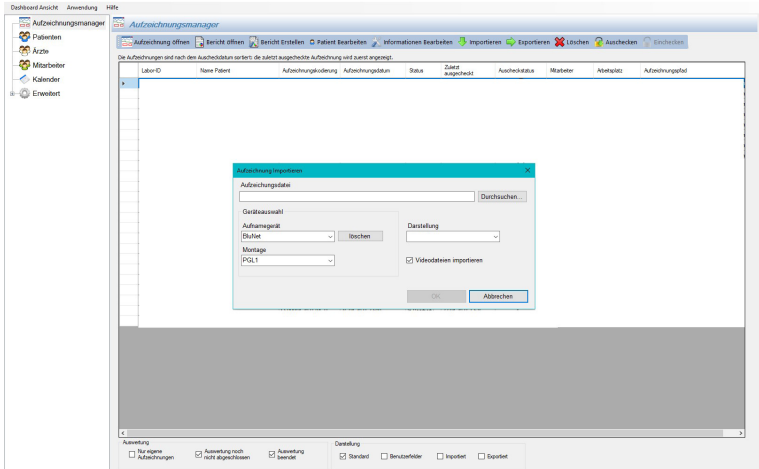

Abbildung 67: Importieren einer Aufzeichnung
1. Wählen Sie im Abschnitt „Aufzeichnungen überprüfen“ die Funktion „Importieren“. Wählen Sie über „Durchsuchen“ die EDF-Registrierung und geben Sie die Montage an, die während der Programmierphase verwendet und in der BluNet Interface eingestellt wurde. (Abbildung 67).